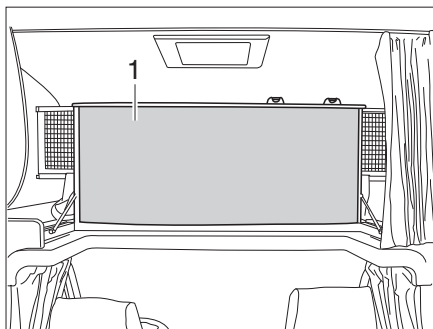

Fig. 100 Lit de capucine, rabattu vers le haut
- Rabattre vers le haut le lit de capucine (Fig. 100,1). Le lit de capucine est maintenu en position verticale par des ressorts à pression de gaz.